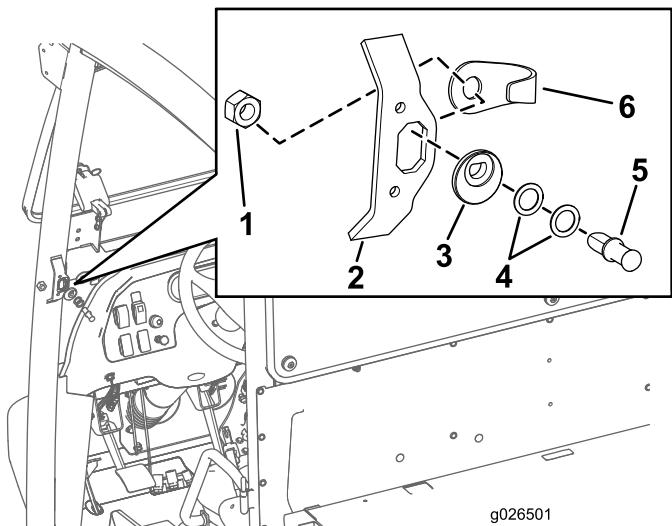

Рисунок 5
- Совместите кулачок оси защелки с отверстием в накладной пластине в положении, показанном на Рисунок 5.
- Вставьте ось защелки (сначала без шайб) в кулачок оси защелки (Рисунок 5).
- Совместите ограничитель и шестигранную гайку (7/16 дюйма) на задней стороне отверстия в накладной пластине (Рисунок 5).
- Затяните шестигранную гайку (7/16 дюйма) на оси защелки вручную (Рисунок 5).